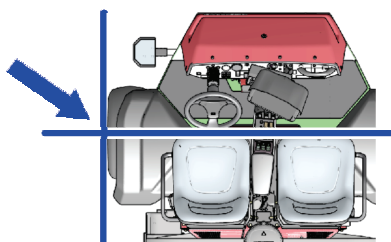

図 40
2. 新現場の境界線の記録開始点の上に、マシンの左前タイヤの外側中心部分を合わせる図 40。